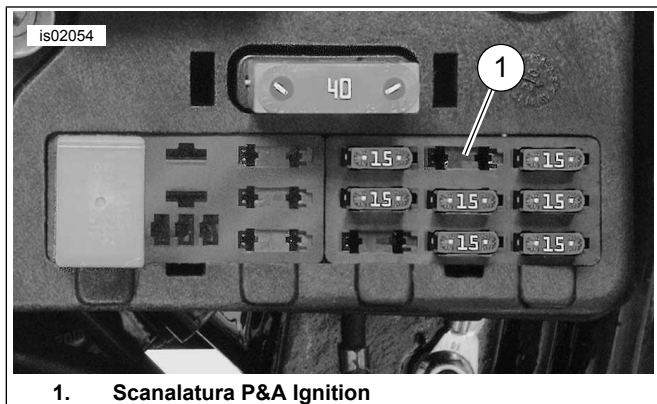

Figura 9. Presa per fusibile da 2 A (è illustrato quello per il modello FXDWG 2004)
3. Vedere la Figura 9. Installare un fusibile da 2 A nella scanalatura **P&A IGN** (Softail/FLHR) oppure **OPEN** (FXDWG).